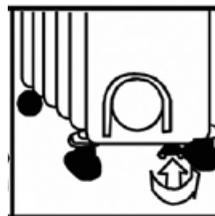

Fig. 4
4. Fixați clema utilizând o piuliță fluture (Fig. 4) pentru a stabili unitatea și a preveni răsturnarea ei.